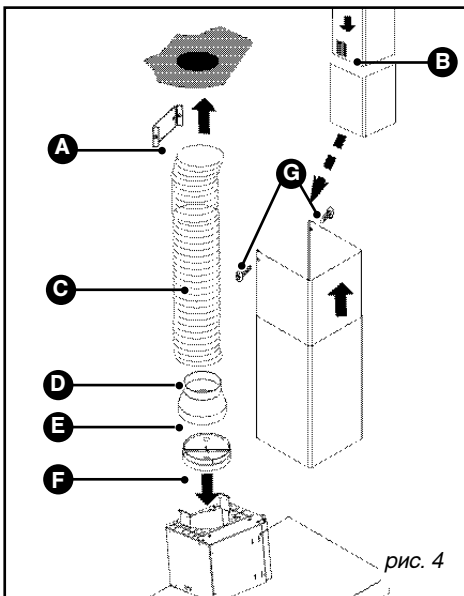

рис. 4
– Подготовьте вашу телескопическую трубу, стараясь скрыть отверстия (В/рис. 4).
Наденьте собранную таким образом вытяжную трубу на вытяжку, и поднимите верхнюю часть, чтобы отрегулировать высоту, затем прикрепите винтами (G/рис. 4) к металлическому основанию вытяжной трубы (А/рис. 4).